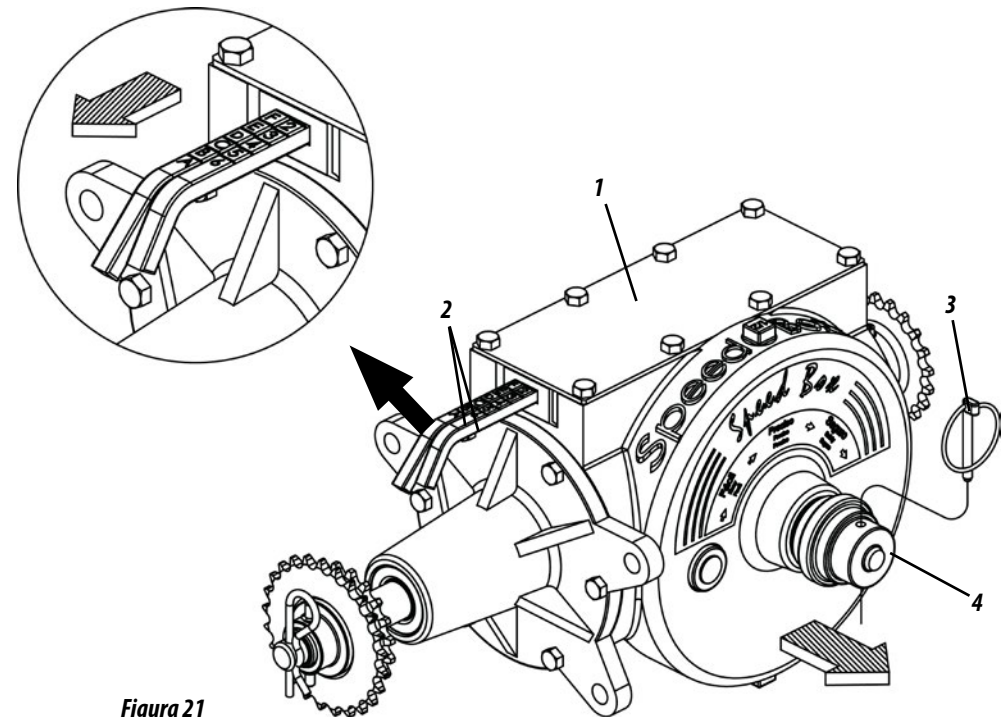

Figura 21
SPEED BOX (FIGURA 21)
- 1- Selecione a quantidade desejada nas tabelas e verifique a combinação correspondente nas alavancas (2). **Exemplo:** Posição **F2** na tabela, indica que a alavanca com letras deve estar na posição **"F"** e a alavanca com números deve estar na posição **"2"**, conforme mostra a figura 21.
- 2- Para movimentar as alavancas, retire a trava (3), puxe a manopla (4), em seguida, regule as alavancas conforme exemplo acima. Ao terminar a combinação, retorne a manopla (4) e recoloca a trava (3).